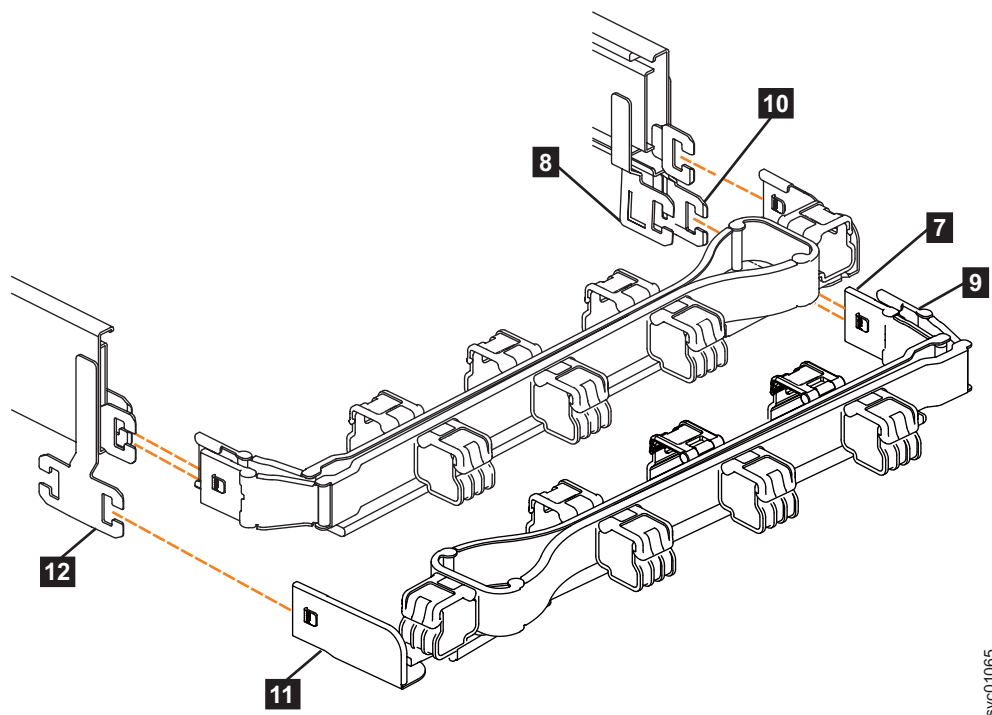

Figura 77. Comparación de la ubicación de los componentes de los conjuntos de CMA
Nota: El procedimiento para fijar el conjunto de CMA inferior es igual que el procedimiento para fijar el conjunto de CMA superior. No obstante, las ubicaciones de conector están invertidas. Para comparar, la Figura 77 en la página 81 muestra los conjuntos de CMA superior e inferior alineados para soportar los rieles. El conector de riel de soporte del CMA superior se fija al riel derecho. El conector de riel de soporte del CMA inferior **11** se fija al riel izquierdo.
5. Instale el conector interno del conjunto de CMA inferior (**7**) en el miembro interno del riel de soporte derecho (**8**), como se muestra en la Figura 77).
6. Instale el conector externo del conjunto de CMA inferior (**9**) en el miembro externo del riel de soporte derecho **10**, como se muestra en la Figura 77.
7. Fije el conector de riel de soporte del conjunto de CMA inferior (**11**) al conector del riel de soporte izquierdo (**12**), como se muestra en la Figura 77. Asegúrese de que el conjunto de CMA inferior está fijado de forma segura a los ganchos en el extremo de los rieles de soporte.